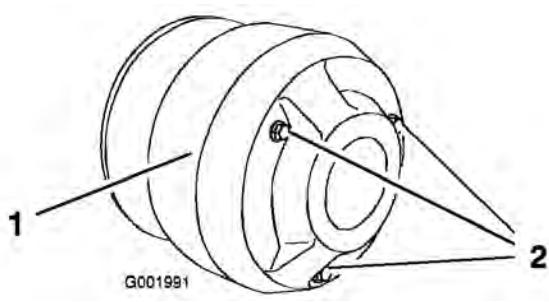

図 55
4. クラッチ・カバーのボルト(3本)を外してカバーを取る(図 55)。